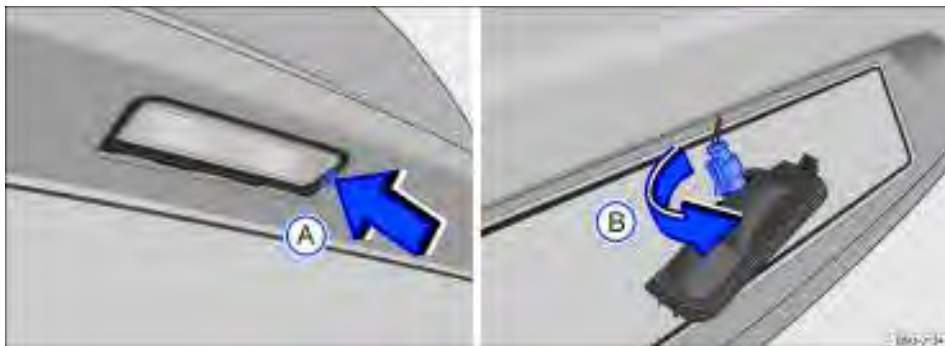

Fig. 189 No para-choque traseiro: remover a lanterna da placa de licença e o soquete da lâmpada.
2. Com o auxílio de uma chave de fenda, pressionar a trava ⇒ Fig. 189(A) para remover o conjunto.
3. Girar o soquete da lâmpada no sentido da seta (B), e desencaixá-lo do alojamento.
7. Posicionar o soquete no alojamento e girar no sentido contrário ao da seta (B).